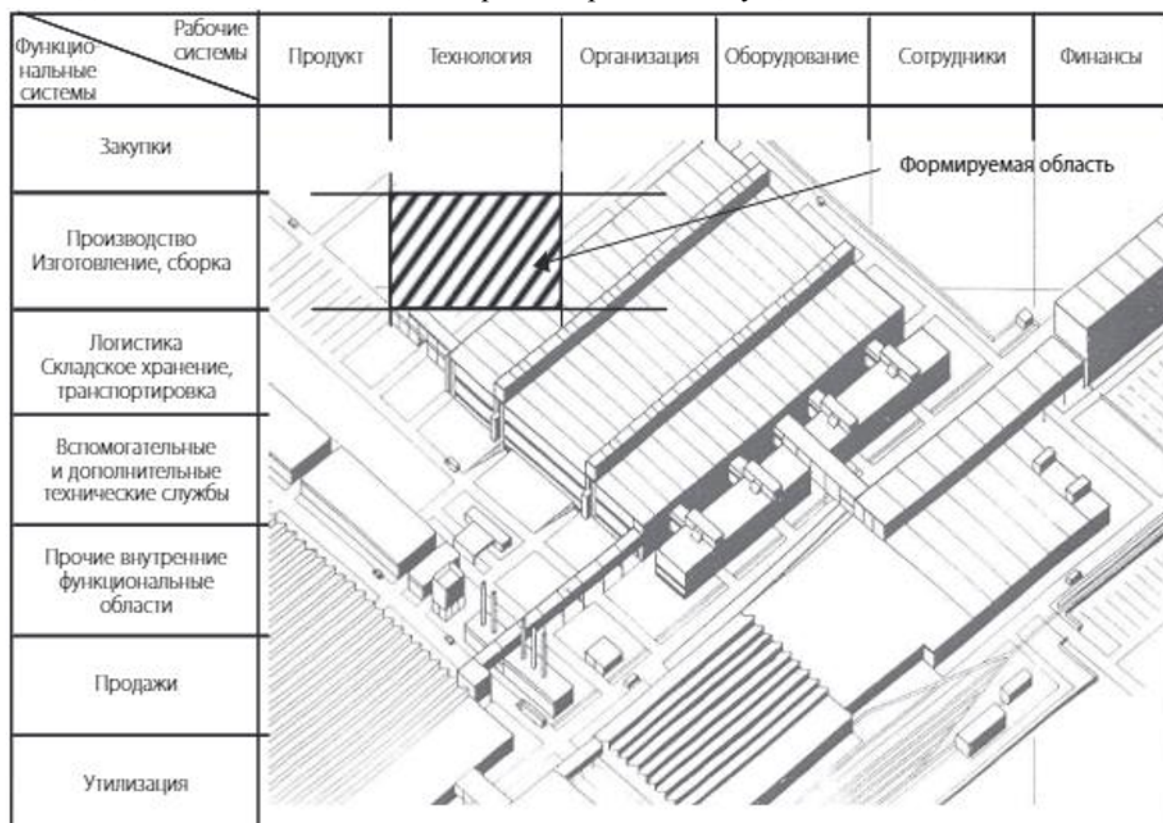

Рисунок 1 – Матрица разграничения организационных полей при проектировании структуры предприятия (архитектуры)
- 2) используя основы экономической, организационной и управленческой теории, инновационных подходов, обобщения и критического анализа практик управления для решения поставленных задач профессиональной деятельности (ОПК-1.1), опишите функции на пересечении матрицы разграничения организационных полей (рис. 1);